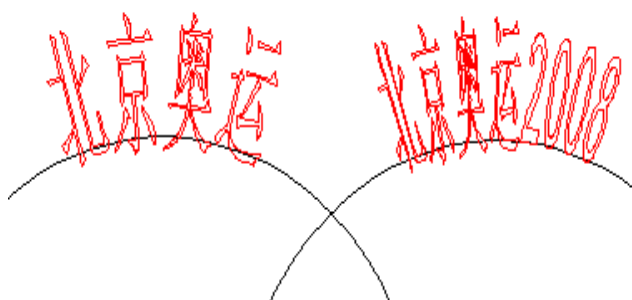

Рис. 4-13. Сравнение двух текстов. (Предельный угол равен 45°).
**Диапазон предельных углов:** при отмеченной опции не имеет значения, сколько букв печатает пользователь, текст будет ограничен областью предельного угла. (Figure 4-13)